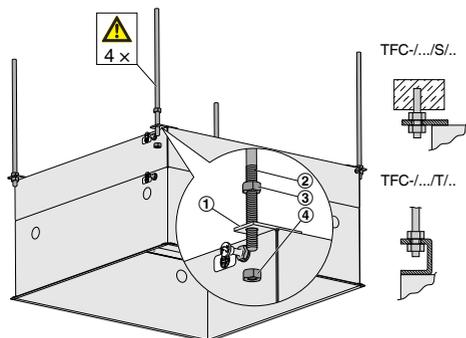

Fig. 2 : Suspension avec des pattes de fixation
Fixer au plafond des éléments de suspension, par exemple des tiges filetées (Fig. 2 /2).
3. ► Commencer par suspendre le caisson TFC à trois pattes de suspension (Fig. 2 /1); s'assurer que le caisson est horizontal, fixer les écrous en conséquence (Fig. 2 /4), puis utiliser les écrous de blocage (Fig. 2 /3) pour sécuriser le caisson suspendu.